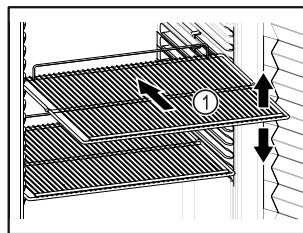

Fig. 63 Vejledende illustration
- ☐ Tilpas højden, når bæreristene Fig. 63 (1) kan flyttes.